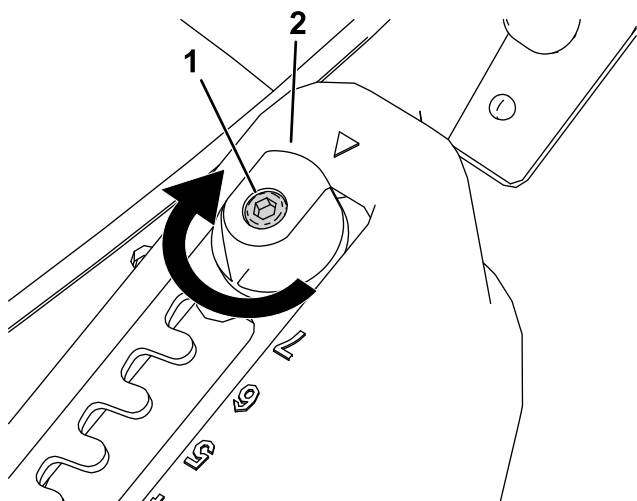
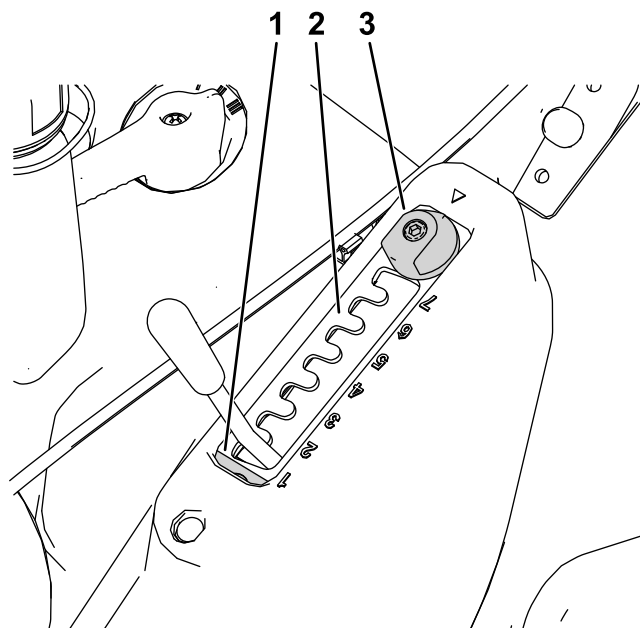

Bild 12
Bild 13
1. Lösen Sie die Halteschraube der Auswahlplatte mit einem Innensechskantschlüssel (Bild 12).
2. Drehen Sie den Matchcut-Einsteller um 180° (Bild 12 und Bild 13).